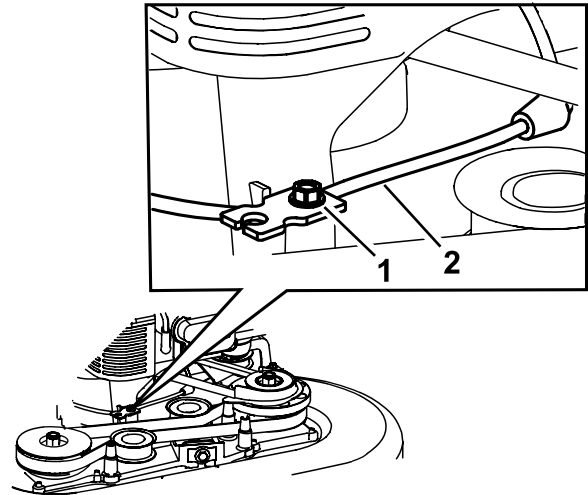

Bild 47
5. Lösen Sie die Schraube an der Seilzugklemme (Bild 47).